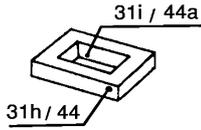

Abbildung 1
**Bauteilgruppe 31** (Brückendeck, 31 - 31g) auf Bogen 1b Alle Schanzkleidstreifen/Wände von Deck 31 nach oben knicken. Den Niedergang und den daneben liegenden Schanzkleidstreifen rückseitig verkleben und die Teile 31a/b von außen aufkleben, wobei bei diesen Teilen auch die kürzeren Schanzkleidteile rückseitig verklebt werden. Teil 31c entsprechend knicken und auf der Vorderseite von 31 befestigen. 31d als Steuerbordpositionslampe (rechts) und 31 als Backbordpositionslampe (links) auf die verdoppelten Teile 31f (Positions-lampenhalter) kleben und beides zusammen auf die entsprechenden Markierungen von 31c kleben und erst jetzt das komplette Teil auf dem rechteckigen Brückenunterbau 29 in den Schlitz unter dem Halbrund einschieben und verkleben. Die Niedergänge des Teils 31 verbinden das untere Brückendeck mit dem Brückendeck. Das Stützgitter 31g rechts und links unter die Nocken von Deck 31 und auf das Backdeck kleben. Aus den Rettungsflößen 31h die schraffierten Rechtecke heraus schneiden. Beim Teil 31i alle Seiten nach oben knicken und von unten in 31g einkleben (s. Abbildung 1). Die Flöße rechts und links auf die Verstrebrungen 31g ankleben (siehe Titelkasten). 31k zu einem Röhrchen runden, mit l verschließen und auf die Markierung auf der Vorderseite von Teil 31c kleben.
**Bauteilgruppe 44** (vier Rettungsflöße, 44 - 44a) auf Bogen 1b, Abbildung 1